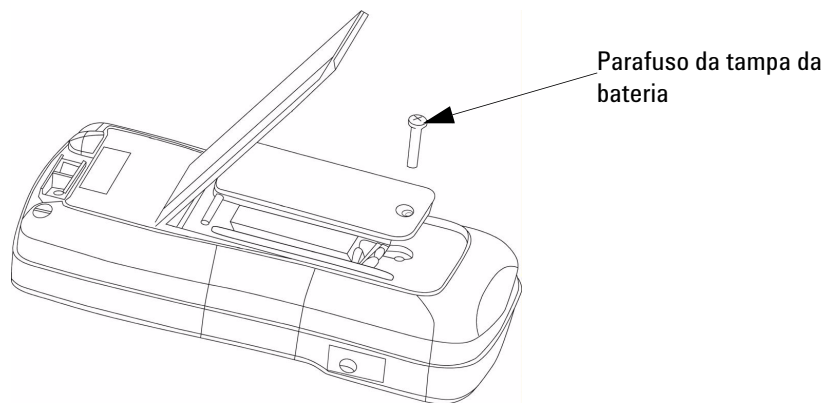

Figura 4-1 Substituição da bateria
- 2 Afrouxe o parafuso da tampa da bateria (veja a Figura 4-1).